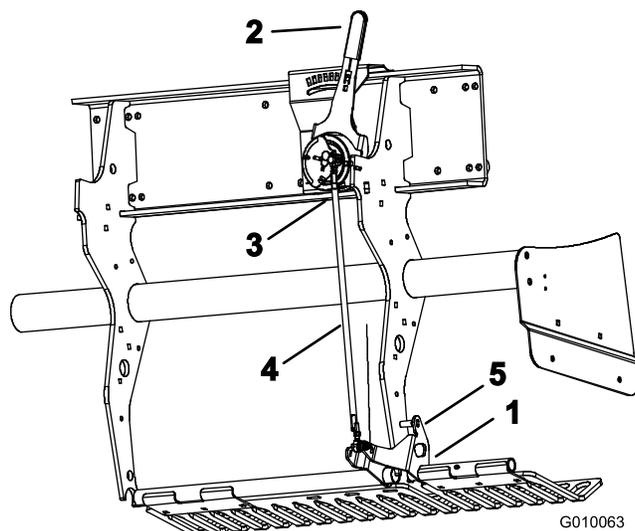

図 59
1. 左ターフ・ガード取り付けブラケット（図 59）を上回転させて、固定ピン（5/16” のドリルビットかボルトを使う）を、ブラケットと深さ設定チューブの間に挿入する。
2. タイン深さレバー（図 59）を H に設定（一番深い設定に）する。
3. アウトボード・ボール・スイッチ（図 59）をワイヤ・ハーネス（ヘッド降下スイッチ）から外す。
4. 深さ調整タイロッドのジャムナット（左右）をゆるめる（図 59）。